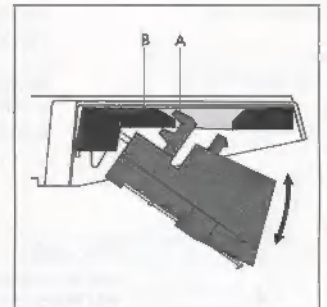

Fig. 3
Maintenir le bras avec la main gauche. Enclencher l'arrêt de blocage (A) de la cellule dans son logement (B) et pousser la cellule avec le pouce de la main droite vers le haut (Fig. 3). La nouvelle fixation par encliquetage de la cellule sur le bras supprime le montage au moyen de vis, écrous et entretoises. Lorsque la cellule est enclenchée, elle se trouve automatiquement dans la bonne position et la pointe de lecture occupe l'endroit géométrique convenable.